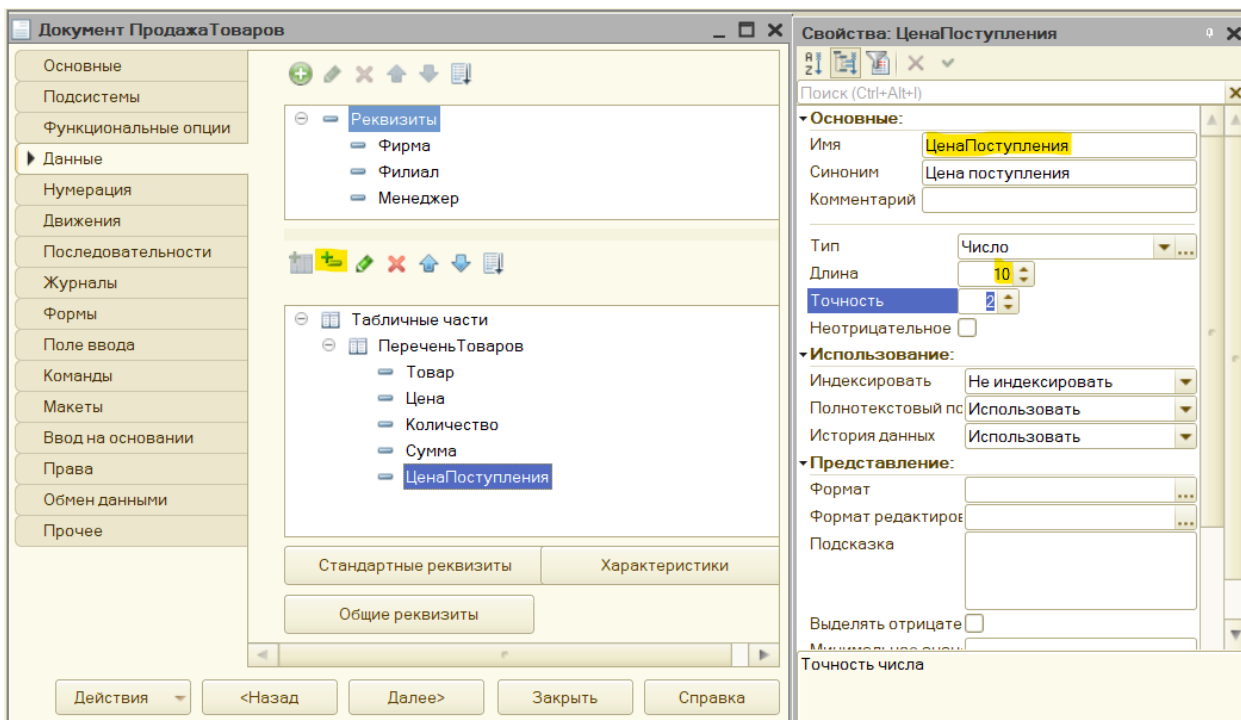

Рис. 3.24. Вкладка Движения документа «Продажа товаров»
1. Откроем документ «Продажи товаров» в режиме «Конфигуратор» и добавим в него реквизит табличной части «Цена поступления» (рис. 3.24).